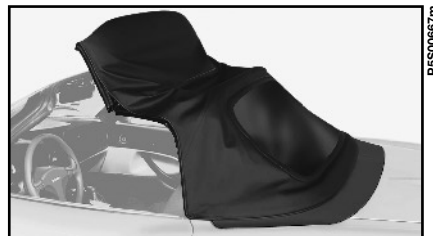

fig. 60
5) Appoggiare la parte posteriore della capote sul coperchio del vano capote **fig. 60**.